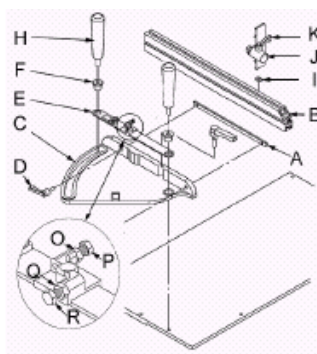

Рис. 12
Надвиньте профиль упора (B, рис. 12) на рейку (A) и закрепите их вместе на торцовом упоре (C) с помощью двух рукояток (D).